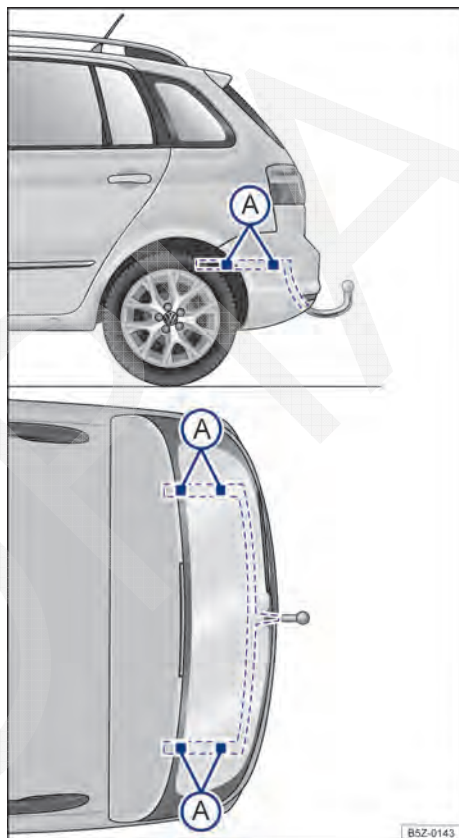

Fig. 78 Pontos de fixação para instalar um dispositivo de reboque posteriormente.
A figura → Fig. 78 ilustra, como exemplo, o ponto de fixação para instalar um dispositivo de reboque do modelo Novo SpaceFox. O modelo Novo Space Cross segue o mesmo conceito.
A montagem posterior de um dispositivo de reboque deverá ser efetuada de acordo com as instruções do respectivo fabricante do engate, sempre respeitando os pontos de fixação indicados na → Fig. 78 (A).